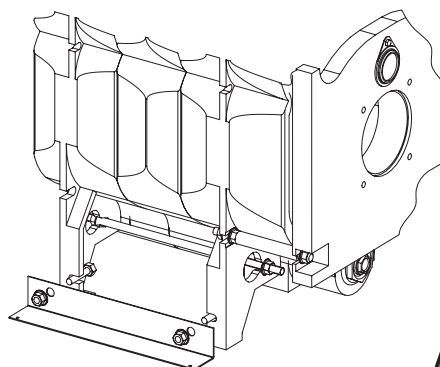

Рис.8
- В: В отверстия (рис. 8), находящиеся около ножек корпуса котла, винтами М8 12 закрепите обе консоли (8), используя при том соответствующие засечки.